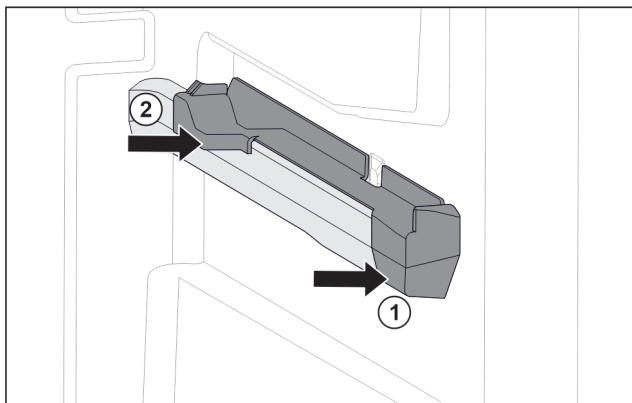

Fig. 218 Uzspaužamā daļa uz labās tvertnes ribas
- Pielieciet uzspaužamo daļu priekšā pie tvertnes ribas. Fig. 218 (1)
- Piespiediet uzspaužamo daļu no aizmugures. Fig. 218 (2)